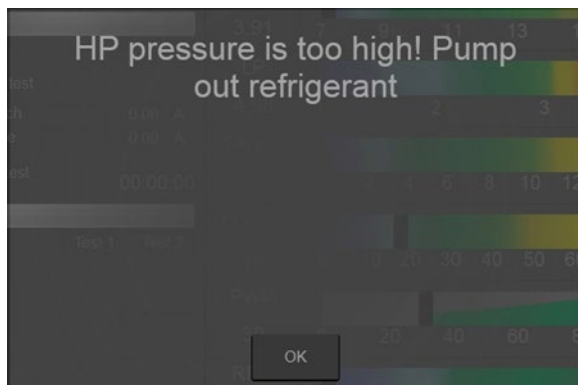

Рисунок 33. Сообщение «Давление HP слишком низкое»
- «Давление HP слишком низкое» (рис.33). Данное сообщение появляется в случае диагностики в режиме автотеста и возникнет если оператор не открыл кран перед запуском теста производительности или теста на шум.